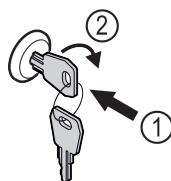

Fig. 175
- ▶ Пъхнете ключа. Fig. 175 (1)
- ▶ Завъртете го на 90° по посока на часовниковата стрелка. Fig. 175 (2)